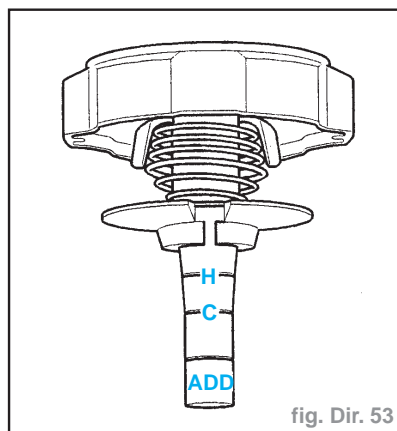

fig. Dir. 53
- (H) niveau maximum (à chaud) (fig. Dir. 53)
- (C) niveau maximum (à froid)